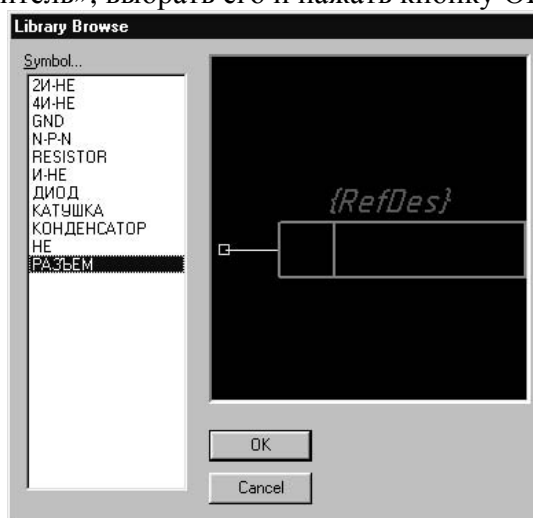

Рис.4.10.2
- Присоединить символ. Для этого следует нажать кнопку Select Symbol. В списке символов найти «Соединитель», выбрать его и нажать кнопку ОК (рис.4.10.2).